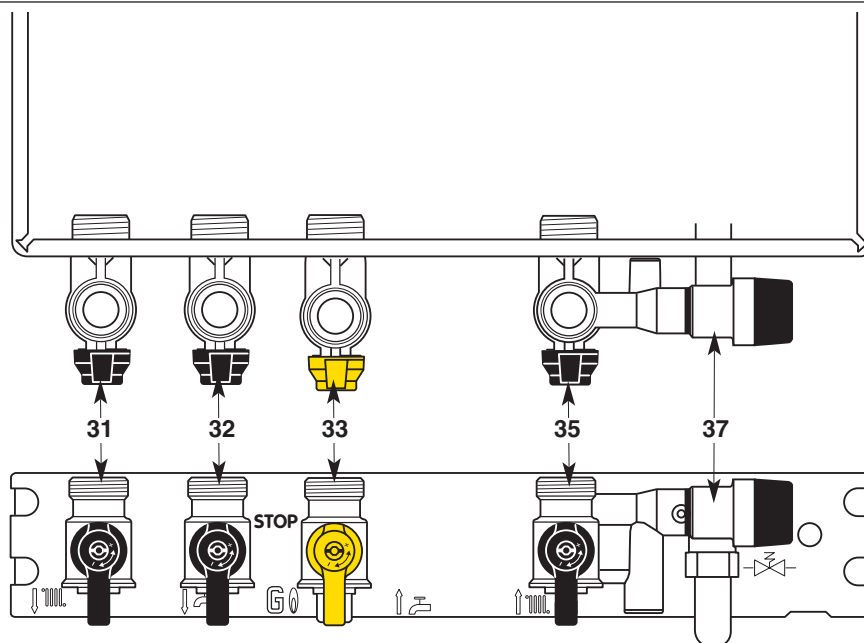

Fig. 22- Vooraanzicht en onderaanzicht
Kraanblok (fig. 22)
3. Zet de gastoevoerkraan **33** (fig. 22), open op stand «  ».
- Draai de gastoevoer dicht door middel van kraan **33** (fig. 22), op «STOP».
*In sommige gevallen is het mogelijk dat de buizen lichtjes opwarmen (en eventueel ook een radiator) na opwarming van het warm water. Om dit te vermijden, de vertrek kraan van de verwarming **31** (fig. 22)*